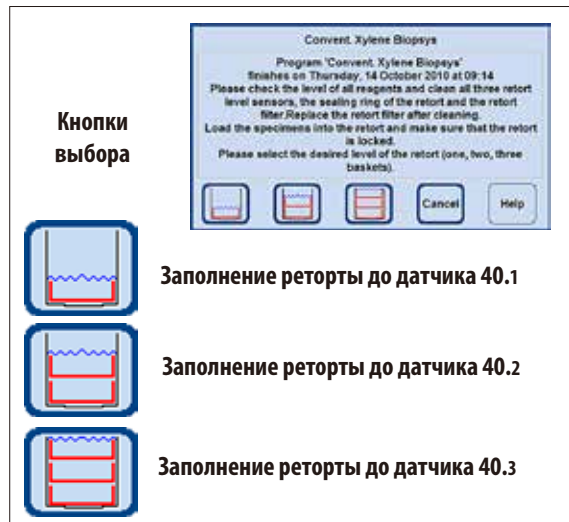

Рис. 31
Датчики уровня заполнения (слева на рис. 31)
При каждом запуске программы (за исключением режима **CONCENTRATION**, см. главу 5.1.2) сначала выводится сообщение, в котором необходимо подтвердить запуск. При этом, в зависимости от количества контейнеров в реторте, в диалоговом окне можно выбрать объем заполнения нажатием соответствующей кнопки (рис. 31).
- Для этого предусмотрены три датчика уровня заполнения (40.1 - 40.3) (рис. 31), которые находятся за крышкой (40) в задней стенке реторты.